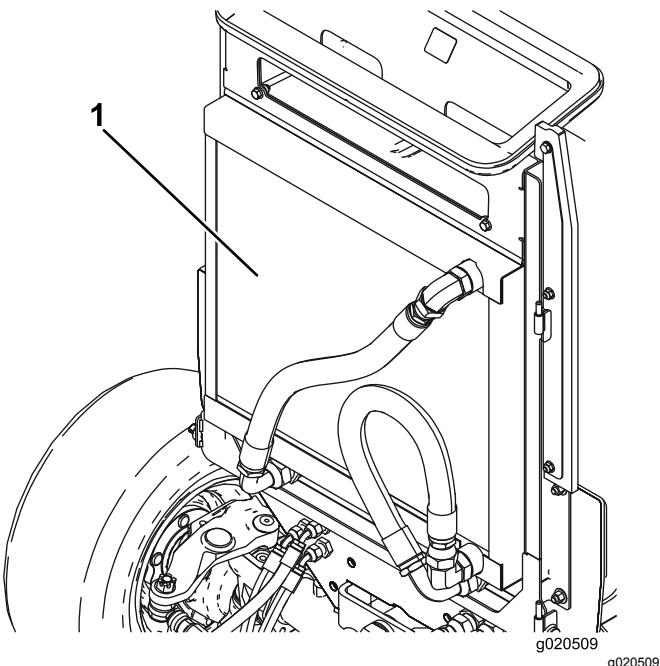

図 103
4. オイルクーラとラジエターの両方の裏表図 103を圧縮空気で丁寧に清掃する。前側から清掃を始